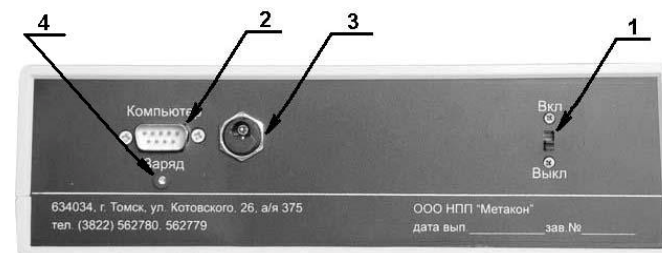

Рисунок 3 - Вид задней панели базового прибора
**Тумблер «Вкл/Выкл»** (1, рис.3 ) предназначен для отключения прибора при длительном хранении. **Разъем** (2) для подключения кабеля, используемого для передачи данных на компьютер или подключения солнечных батарей. **Разъем** (3) для подключения зарядного устройства. **Индикатор** (4) режима зарядки.
1.5.1 Основная маркировка прибора расположена на задней панели корпуса базового прибора (рис. 3) и содержит: